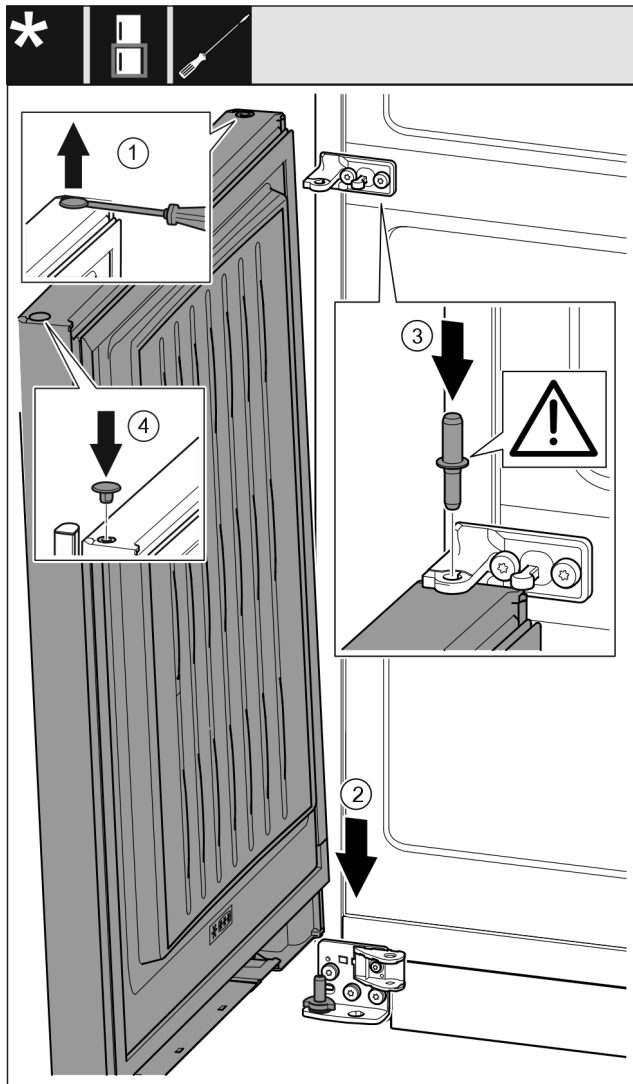

Fig. 35
- Soulever et retirer avec précaution les caches Fig. 35 (1) avec un tournevis plat.
- Placer la porte Fig. 35 (2) depuis le haut sur l'axe de palier inférieur.
- Insérer l'axe de palier central Fig. 35 (3) dans le support de palier central de la porte inférieure. Veiller à ce que l'ergot soit orienté vers l'arrière.
- Remplacer les caches Fig. 35 (4) de l'autre côté de la porte.